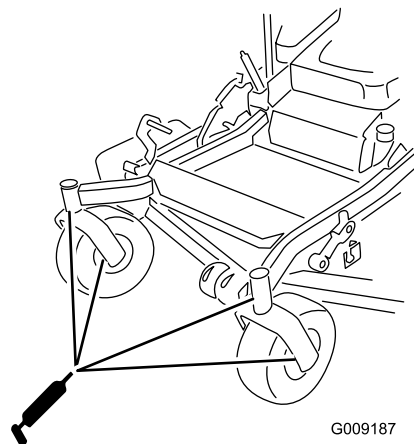

Figura 42
15. Montate il tappo esagonale e il coperchietto antipolvere (Figura 42).